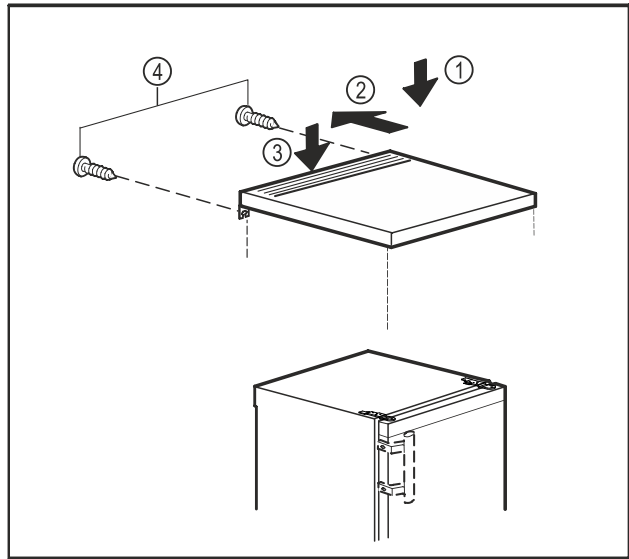

Fig. 10
- Aseta pöytälevy laitteen päälle. Fig. 10 (1)
- Työnnä pöytälevyä taaksepäin. Fig. 10 (2)
- Paina pöytälevyä takaa alaspäin. Fig. 10 (3)
- Kierrä takapuolella olevat ruuvit kiinni. Fig. 10 (4)